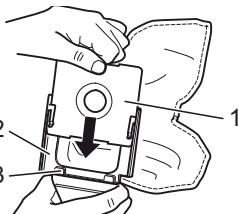

Abb. 21
7. Schieben Sie den neuen Staubfilterbeutel (Abb. 21/1) wie abgebildet in den Staubbeutelhalter (Abb. 21/2), bis er an den unteren Aufnahmewinkeln (Abb. 21/3) des Staubbeutelhalters anschlägt.